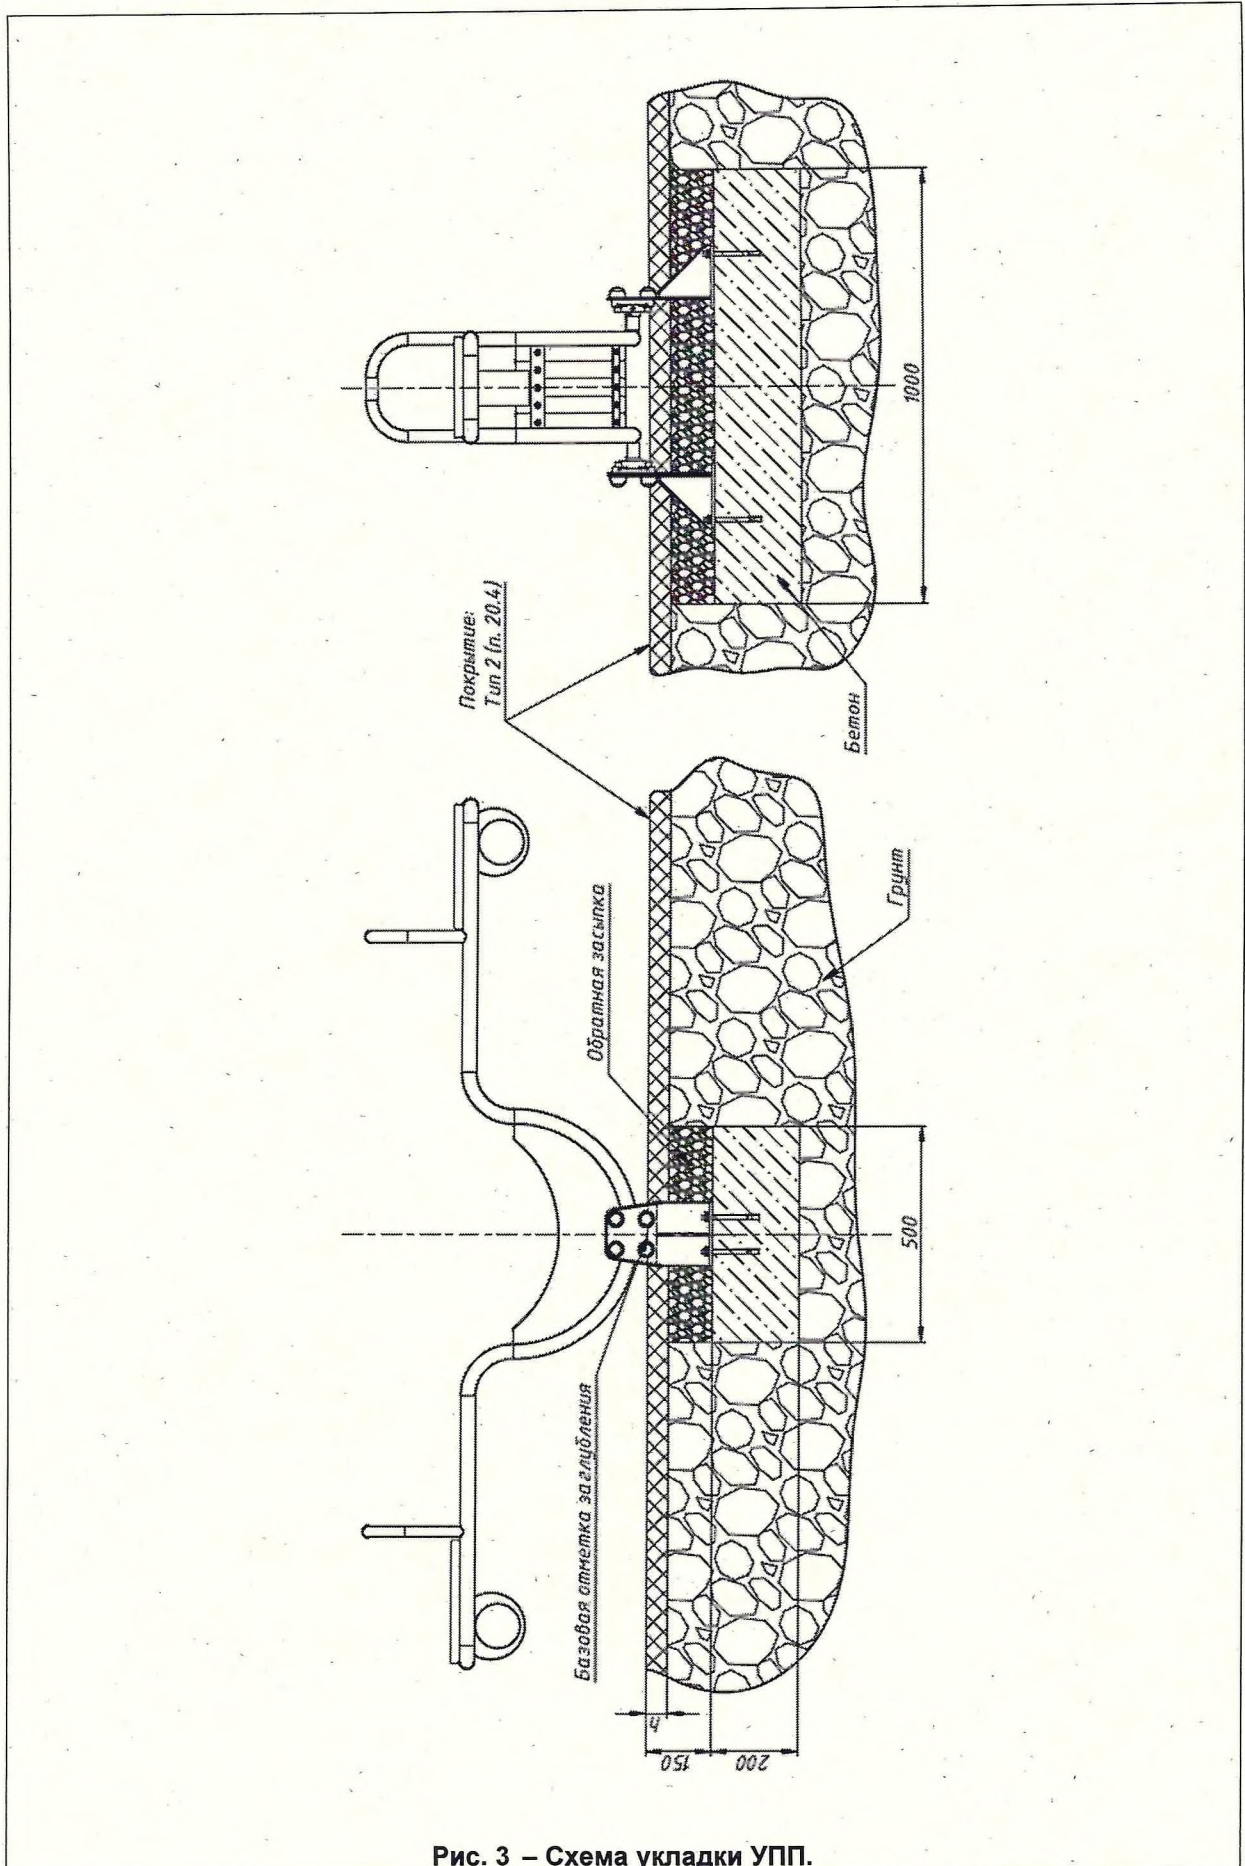

Рис. 3 – Схема укладки УПП.
21.3. Укладка УПП производится согласно (Рис. 3). Тип УПП 2 толщина определяется согласно п. 20.4.
- 23.2. Снять верхний слой грунта по всей зоне приземления (Рис. 2) на глубину h (Рис. 3).
- 23.3. Вырыть углубление в грунте под блок для установки опалубки, в соответствии с (Рис. 3). Внутренние размеры опалубки согласно (Рис. 3). Необходимо обеспечить горизонтальную поверхность основания и убедиться, что чистовая поверхность УПП совпадает с базовой отметкой заглабления.